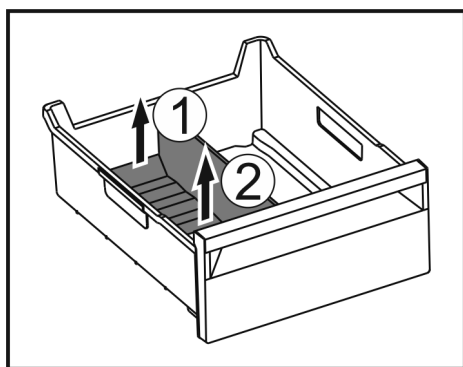

Fig. 170
- ▶ Podnieść tylną część separatora do szuflady na lód. Fig. 170 (1)
- ▶ Separator do szuflady na lód podnieść do góry. Fig. 170 (2)